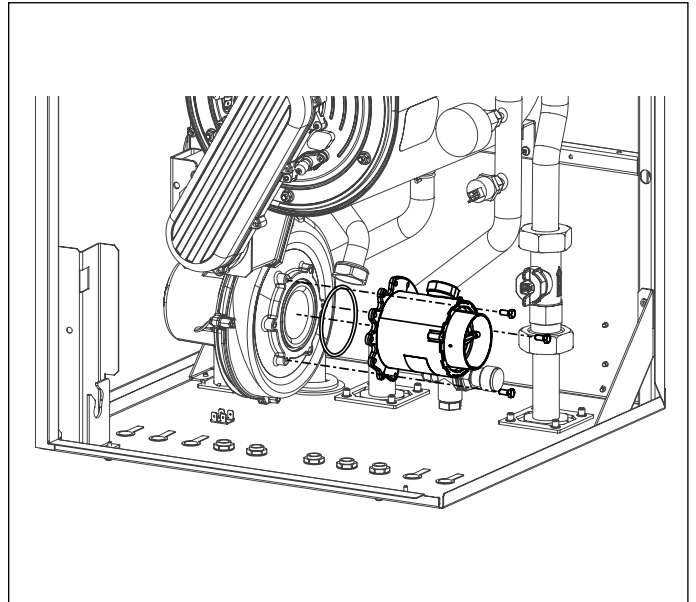

Рис. 39 Смеситель
- Снять смесительный узел, вывернув три шестигранных винта (смотри Рис. 39 Смеситель).
- Закрепить смесительный узел на вентиляторе с помощью шестигранных винтов, не забыв установить между ними уплотнительное кольцо (смотри Рис. 39 Смеситель).